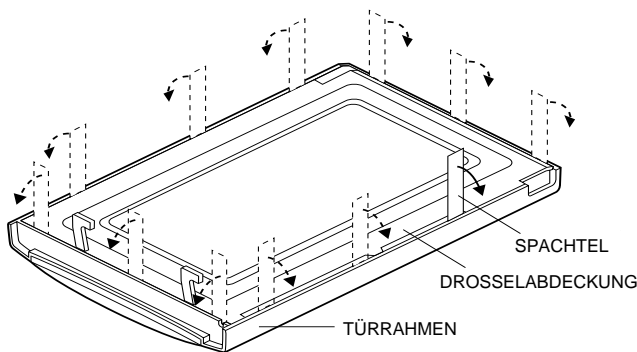

Abbildung C-5. Tür-Zerlegung
3. Ein Kittmesser (Dicke ca. 0,5 mm) wie in Abb. C-5. gezeigt in die Spalte zwischen Drosselabdeckung und Türrahmen einfügen, um die blockierten Teile zu lösen.
8. Die vier (4) Schrauben zwischen Türplatte und Türrahmen lösen.
9. Die sechs (6) Haltezungen des Türrahmens von der Türverkleidung abnehmen, indem die Türverkleidung nach unten geschoben wird.
13. Die zwei (2) Schrauben zwischen dem Glasanschlag und dem Türrahmen entfernen.